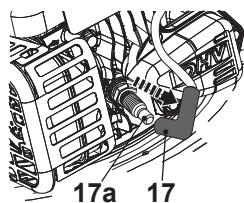

Fig. 31
1. Desconecte o conector de vela de ignição (17) (fig. 31).